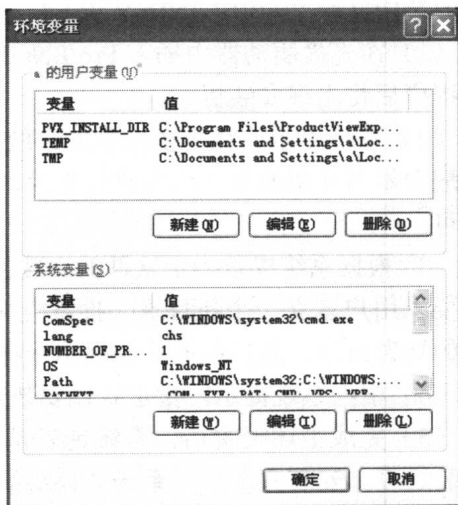

图 1-4 “环境变量”对话框
(2) 在“高级”选项卡中,单击“环境变量”按钮,弹出“环境变量”对话框,如图 1-4 所示。